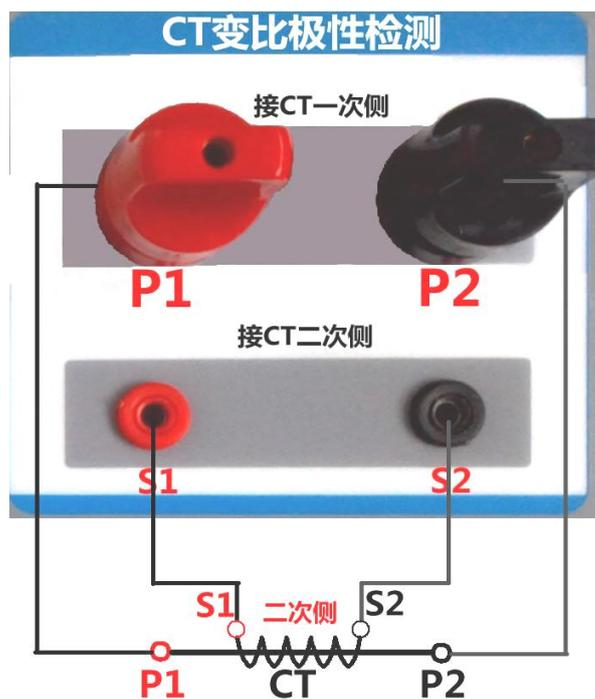

图 12
按照图 12 进行接线, 将不检测的二次绕组短接。CT 一次侧接 P1、P2, CT 二次侧 S1、S2 接 S1、S2, 设置好一次侧测试电流和二次侧额定电流后, 合上调压开关, 旋转鼠标将光标移动至“开始”选项, 按下鼠标, 选择“确定”, 试验即开始。
按照图 12 进行接线, 将不检测的二次绕组短接, CT 一次侧接 P1、P2, CT 二次侧可以短接或接 S1、S2, 设置好一次侧测试电流和二次侧额定电流后, 合上调压开关, 旋转控制器, 将光标移动至“一次通流”选项, 按下鼠标, 选择“确定”, 试验即开始。装置将输出到 CT 一次侧的电流逐步增加至所设值, 然后将该电流保持输出一段时间, 用于检查 CT 二次侧回路的完整性。该时间的长度与电流值有关, 电流小于等于 200A 时, 保持时间为 5 分钟, 大于 200A 小于等于 300A 时, 保持时间是 30 秒, 大于 300A 保持时间仅为 3 秒钟。试验过程中, 光标会显示在“停止”选项上不停闪烁, 直至试验完毕自动退出, 或按下旋转鼠标人为中止试验。
7. 2、CT 角差比差(接线方式参照图 12，与 CT 变比测试接线相同)：